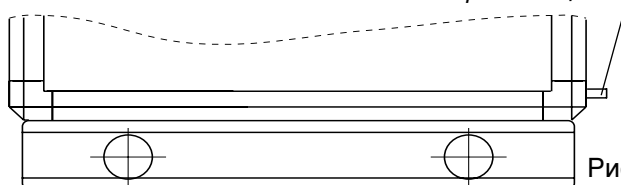

Рис. 3
2. Вставь направляющий штифт в имеющееся отверстие в углу рамы блока. См. рис. 3.